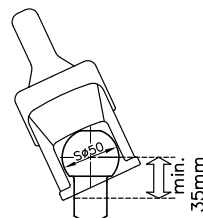
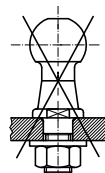
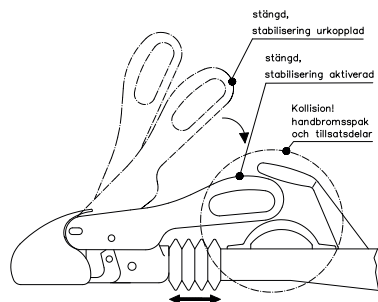

Bild 1 : Kulhals dragfordon
Bild 2 : Skruvad kulbult
Bild 5 : Aktivering stabiliseringsfunktion
1.3 Kulkopplingen WS 3000/3500 kan endast användas tillsammans med dragkuler som uppfyller kraven i DIN 74058/ISO 1103, om kulhalsen inom ett område på **minst 35 mm är fri från påbyggnadsdelar** (bild 1), istället för 32 mm som anges i DIN 74058 / ISO 1103. Användning av WS 3000/3500 i kombination med skruvmonterad dragkula utan någon vridsäkring är inte tillåten (bild 2). Med inkopplad stabilisator vid kördrift måste manöverspaken vara frilagd från fordons- eller tillsatsdelar, d.v.s. när förbindelsestagen skjuts in samtidigt som en vridrörelse sker med WS 3000/35000, får kollision inte uppstå mellan handbromsspaken och andra tillsatsdelar. (bild 5) Beakta även anvisningarna i bruksanvisningen resp. bromstillverkarens handbok.
För detta måste manöverspaken tryckas nedåt från det låsta läget till anslaget (bild 5). Därvid spänns fjäderpaketet som trycker friktionsbeläggens mot dragkulan. Därefter ligger manöverspaken nästan parallellt med dragstängens.